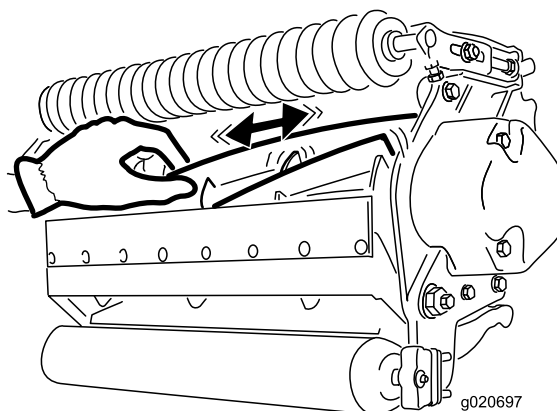

Figure 32
2. Tenez la lame du cylindre avec un gant épais ou un chiffon et essayez de déplacer le cylindre latéralement (Figure 32).